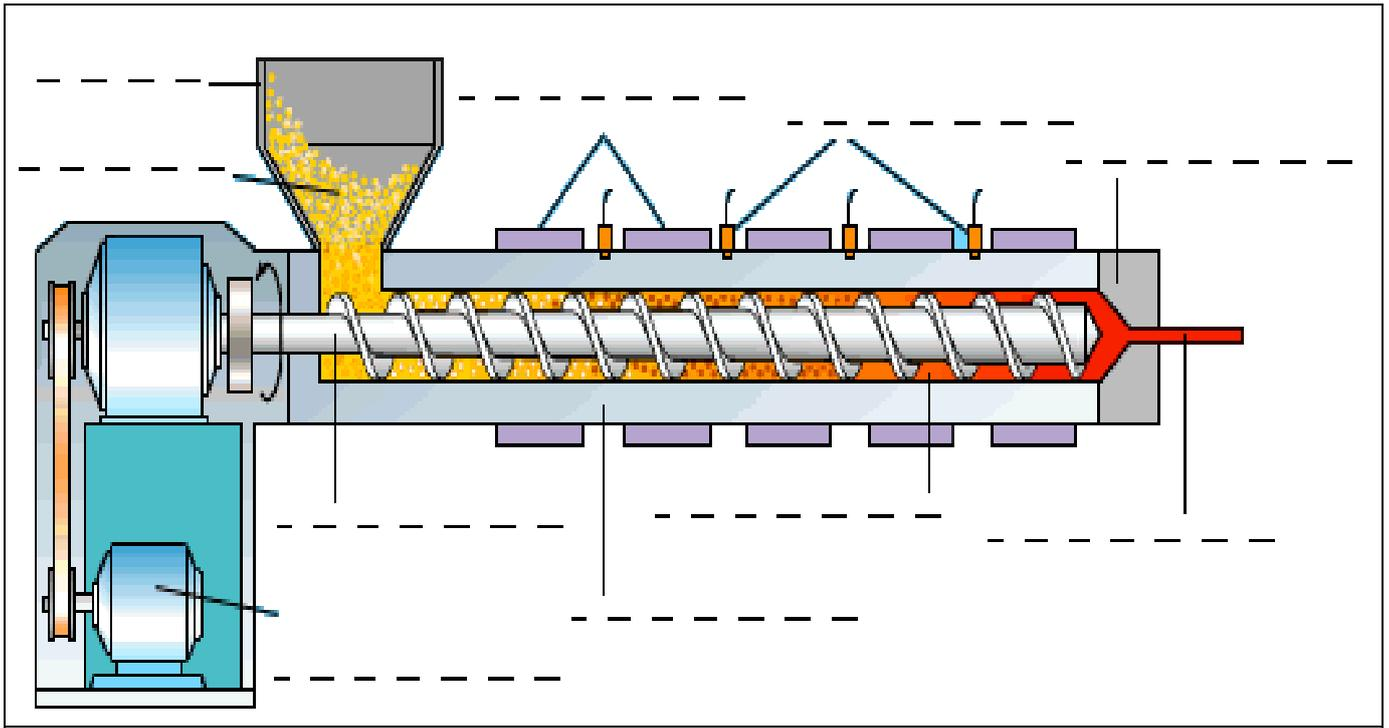

Figure 2 – Machine d'extrusion.
La figure 2 montre une machine d'extrusion type.
3. Nommer les différents éléments de cette machine (figure 2) ;